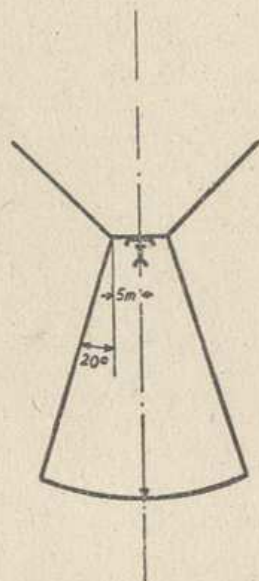

Bild 18
- b) Absperrung am Gerät siehe Bild 18.